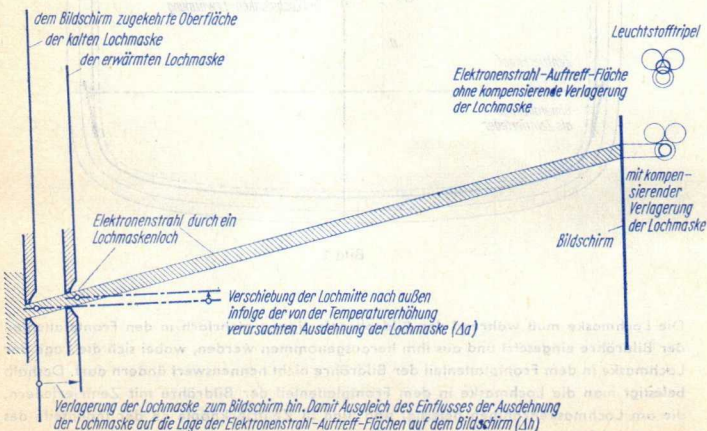

Bild 2
**Bild 2** veranschaulicht das Prinzip der Kompensation mit zwei Zuständen der Lochmaske: Diese ist einmal im kalten Zustand und einmal im erwärmten Zustand eingetragen. Die Darstellung beschränkt sich auf ein einziges Maskenloch und auf einen einzigen von ihm durchgelassenen Elektronen-Teilstrahl.